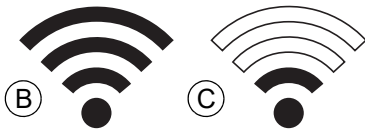

Figure 3-2. Affichage de la force du signal
3. Voir **Figure 3-2**. Vérifier que le réseau Wi-Fi domestique est détecté par l'appareil mobile. Observer la force du signal Wi-Fi.